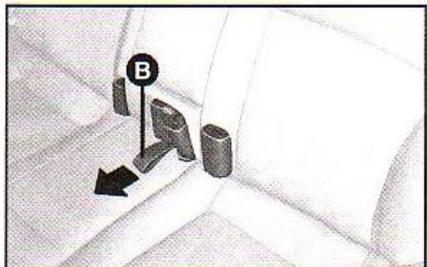

fig. 107
**B** - fig. 107, para versões com banco único.